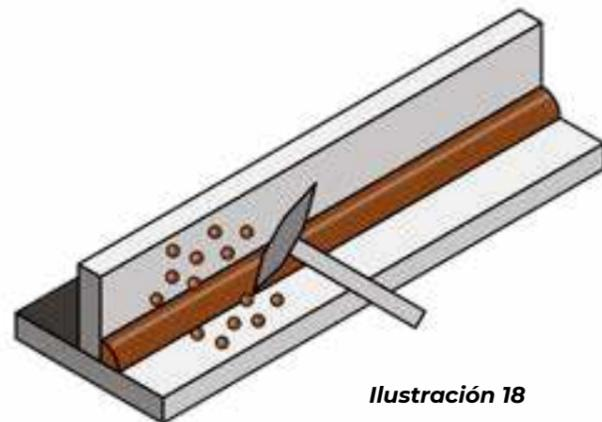

Ilustración 18
- Escorias de soldadura y salpicaduras deben eliminarse antes de la galvanización en caliente (ilustración 18).